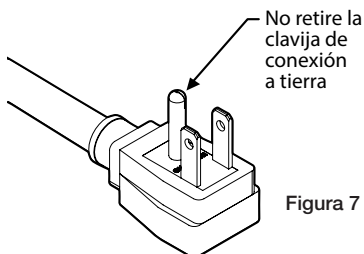

Figura 7
- No quite la pata de tierra del cable eléctrico (Figura 7).